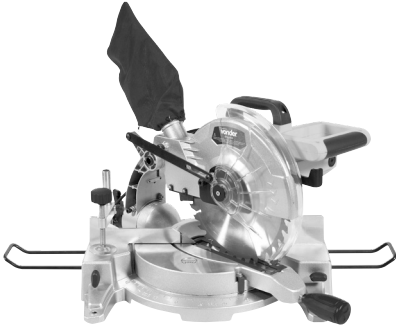

Fig. 8 – Corte a  $45^\circ$
- Gire el puño de ajuste de la mesa (8) en el sentido contrario de los punteros del reloj (fig. 8);
- Gire la base de la máquina para el ángulo de  $45^\circ$ , u otro deseado. Verifique el ángulo en la escala de la base (9);
- Trabe la base de la mesa girando el puño (8) en el sentido de los punteros del reloj.